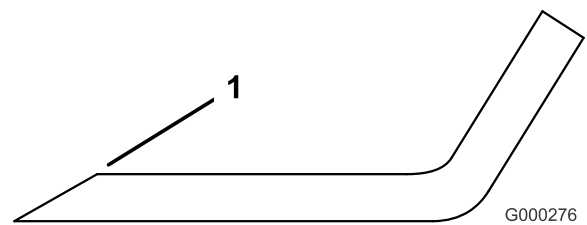

Figure 51
1. Au moyen d'une lime, aiguiser les tranchants aux deux extrémités de la lame (Figure 51). Veillez à conserver l'angle de coupe d'origine. Limez la même quantité de métal sur chacun des deux tranchants pour ne pas déséquilibrer la lame.